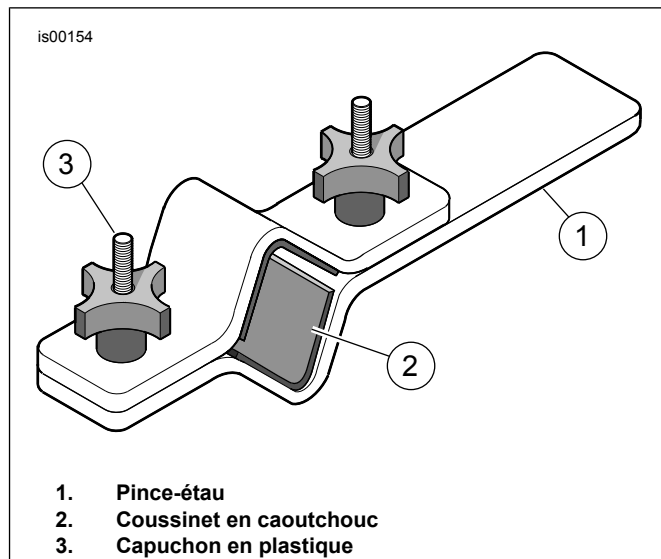
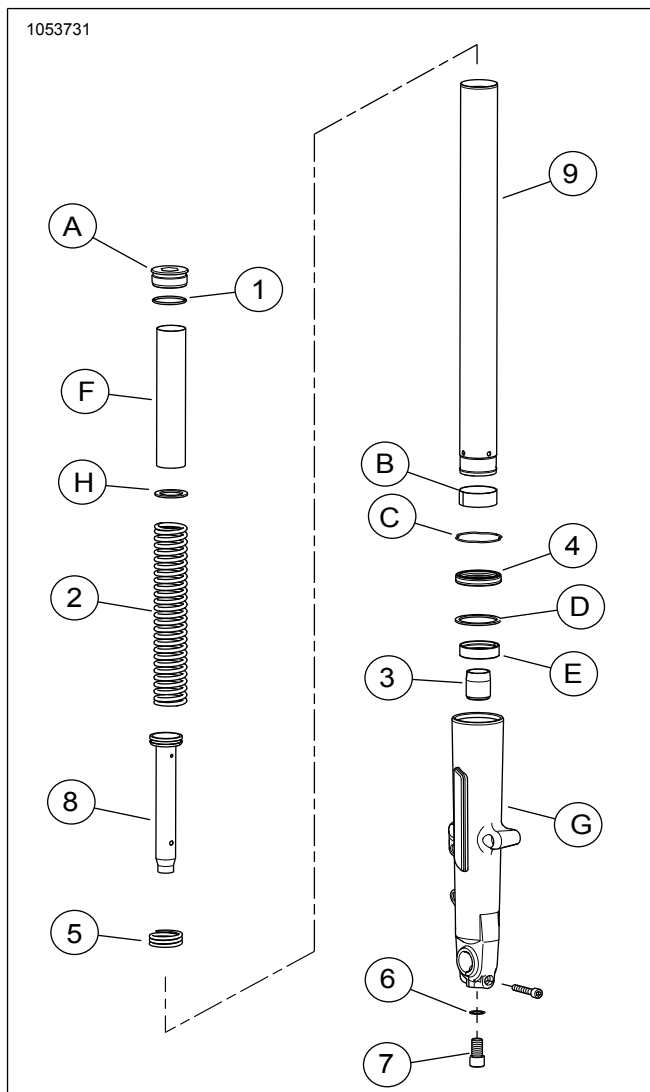

Figure 3. Porte-tube de fourche (HD-41177)
Figure 6. Pièces de rechange : Cartouche de fourche avant Touring
1. Consultez Figure 3 . Installer la fourche dans le support de tube de fourche (HD-41177) comme suit :
- a. Serrer l'extrémité de l'outil (1) dans un l'étau en position horizontale.
- b. Consultez Figure 6 . Avec le boulon de la fourche (A) orienté vers le haut, serrer le tube de fourche (9) entre les patins en caoutchouc du côté intérieur de l'outil. Serrer les boutons jusqu'à ce que le tube de la fourche soit bien maintenu en place.
1. Consultez Figure 6 . Veiller à ce que le segment de piston soit installé sur l'amortisseur tubulaire avec les découpes orientées vers le bas. Placez le **nouveau** ressort de talonnage (5) sur le **nouveau** tube d'amortisseur du kit (8). Insérer le tube amortisseur dans le **nouveau** tube de fourche (9).
2. Insérez le **nouveau** ressort (2) et le collier à ressort (F) dans le tube de fourche, avec la section dense des bobines vers le tube de l'amortisseur. Pousser le bas du tube de l'amortisseur dans l'ouverture située à l'extrémité inférieure du tube de fourche. Placez le **nouveau** verrou d'huile (3) sur l'extrémité du tube de l'amortisseur.
3. Appliquer de la pâte d'étanchéité Loctite 565 sur la **nouvelle** vis (7). Positionner le tube de fourche et le tube d'amortisseur dans le fourreau de fourche (G). Maintenir l'ensemble en place en exerçant une pression sur le ressort. Installez la vis (7) avec la **nouvelle** rondelle en cuivre (6) du kit.
- c. Consultez Figure 6. Faire glisser l'attache de fixation (C) le long du tube de fourche jusqu'à ce qu'elle entre en contact avec le joint d'étanchéité d'huile de fourche. Installer l'attache de fixation dans l'encoche du fourreau de fourche. Ne pas élargir ou étirer le clip de retenue pour l'installer sur le tube de fourche, car le clip pourrait être endommagé.
- d. Consultez Figure 6. Insérer la tige dans le haut du tube de fourche jusqu'à ce que l'anneau métallique repose à plat sur le dessus du tube de fourche.